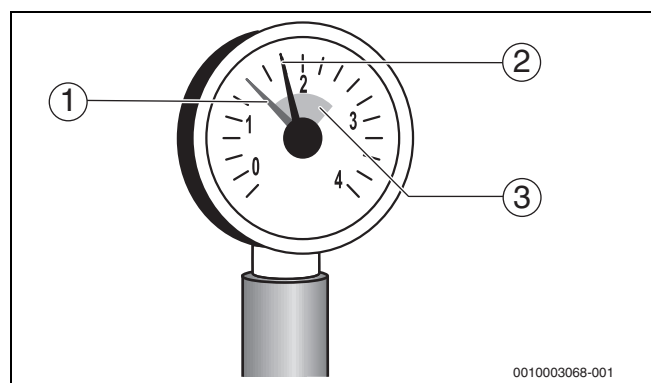

Bild 3 Manometer
- ▶ Wenn der Betriebsdruck durch das Entlüften abfällt (siehe Einstellung roter Zeiger am Manometer → Bild 3, Seite 6), muss Wasser nachgefüllt werden.